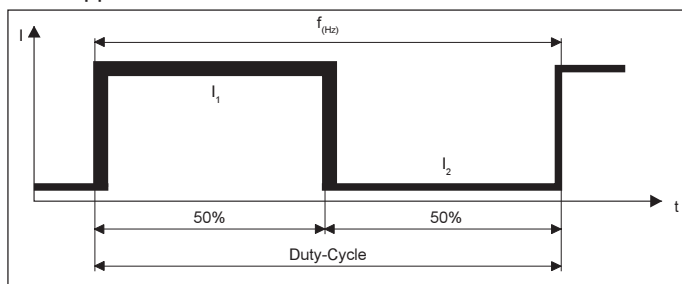

Fig. 13 Exemple de réglage du Duty-Cycle (facteur de service) sur position "50"
**Le régulateur du Duty-Cycle est en position "50" (fig. 13)**